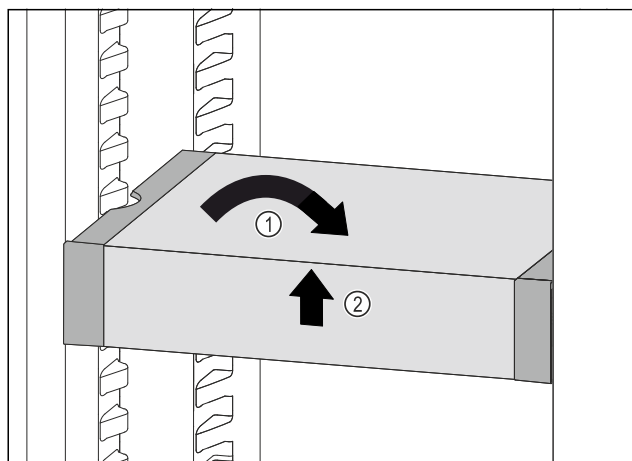

Fig. 124
- Coloque el VarioSafe en posición recta. Fig. 124 (1)
- Levante el VarioSafe por delante. Fig. 124 (2)